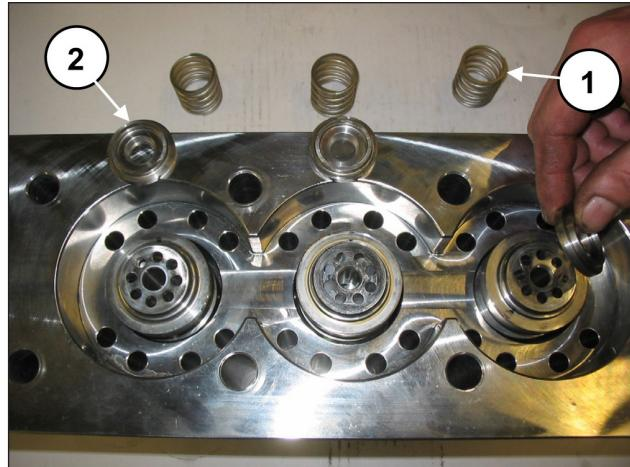

Fig. 101
Durante lo smontaggio delle camicie fare attenzione a non disperdere molle valvola e le valvole piane (pos. ① e ②, Fig. 101) in quanto non essendo bloccate potrebbero cadere.